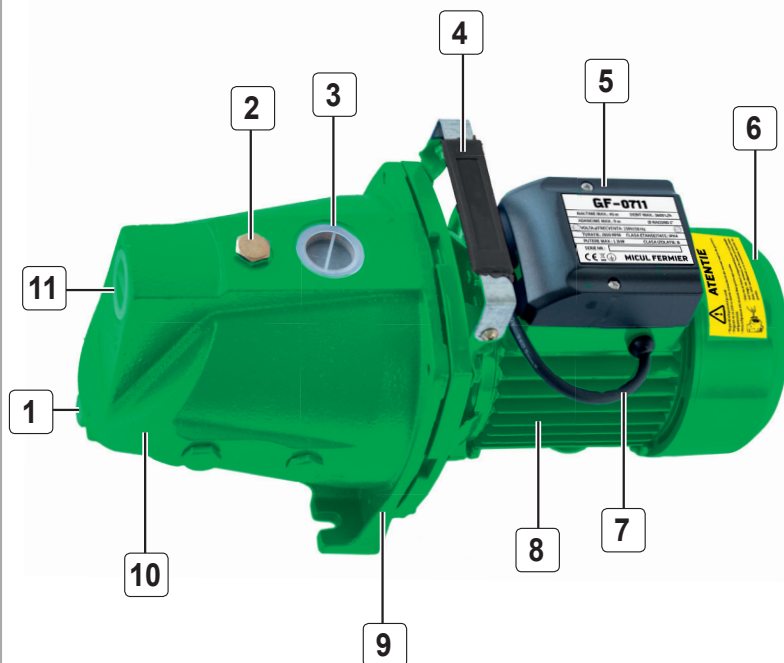
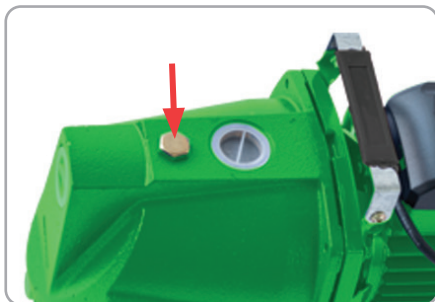

Fig.1
Fig.4
- Se desface supapa de aerisire a pompei (Fig.1, poz.3), aflată în partea superioară (Fig.4).